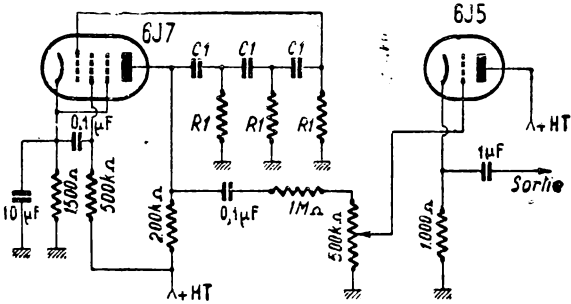

Fig. 2. — C = 1.000 pF; R1 = Résistance ajustable.
a) Générateurs « phase-shift » à points fixes. — Considérons la figure 2. Nous trouvons une pentode 6J7 montée en amplificatrice. Signalons, en passant, à ceux qui travaillent peu avec